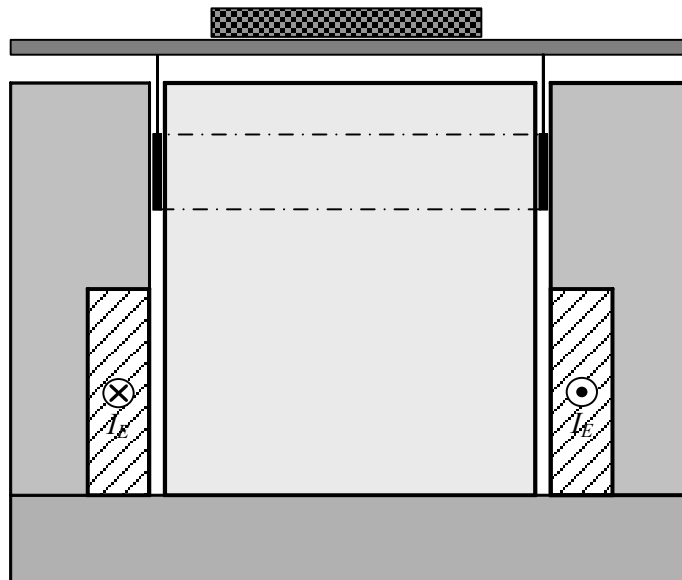

Abb. 2: Richtung der Feldlinien der magnetischen Induktion B (Aufgabe 1).
- 1) Skizziere in **Abb. 2** für die eingetragene Richtung des Erregerstroms I_E die Feldlinien der sich ausbildenden magnetischen Induktion B .